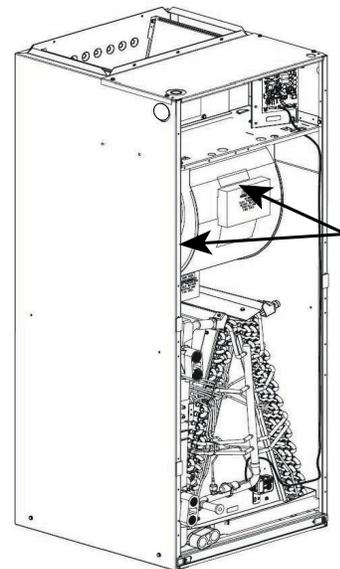

Figure 1 – Retrait des blocs d'expédition
**REMARQUE:** Les blocs d'expédition qui soutiennent le boîtier du ventilateur pendant le transport devront être retirés (Figure 1).